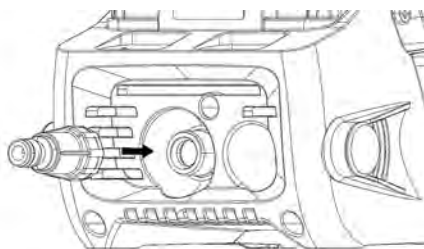

Рис. 6 Установка фильтра тонкой очистки (НР3141)
7. Установите фильтр тонкой очистки на входной штуцер (Рис. 6).